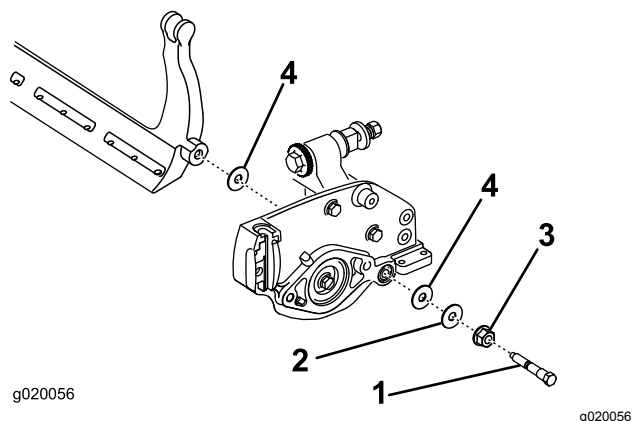

图23
- 取下底刀架两端的2个尼龙垫圈和1个钢垫圈图23。
3. 将尼龙垫圈放在侧板凸起的一侧。在两个尼龙垫圈的外侧各放一个钢垫圈图23。